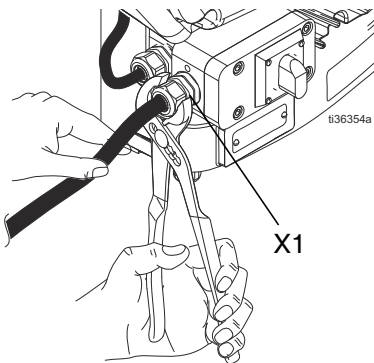

ABB. 5: Anschlusskastenschrauben und Zugentlastungskabelklemme
- Die unter Schritt 2 entfernten Anschlusskastenschrauben und -unterlegscheiben ersetzen und Kabelklemme (X1) anziehen, damit das Netzkabel sicher im Anschlusskasten (Y) gehalten wird. Siehe **ABB. 5**.